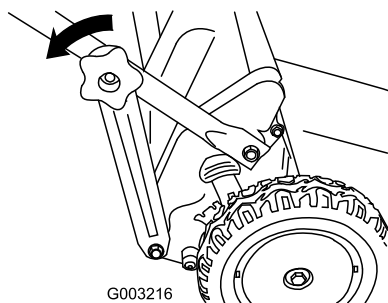

Figura 15
1. Togliete le manopole dalla sezione inferiore della stegola, che attaccano le staffe della stegola alle estremità inferiori della stegola (Figura 15).